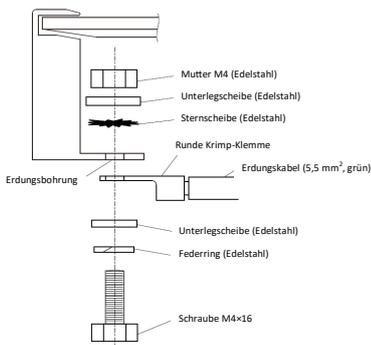

Abbildung 6. Erdungsmethode
- Verwenden Sie ein (grünes) Erdungskabel mit einem Querschnitt von mindestens 5,5 mm², um sicherzustellen, dass alle Module anhand der in Abbildung 6 gezeigten Methode geerdet sind.